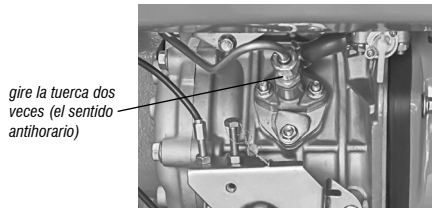

Fig. 8 - Purgando el sistema de combustible
- Con una llave, gire la tuerca del pico inyector dos veces en el sentido antihorario, Fig. 8;